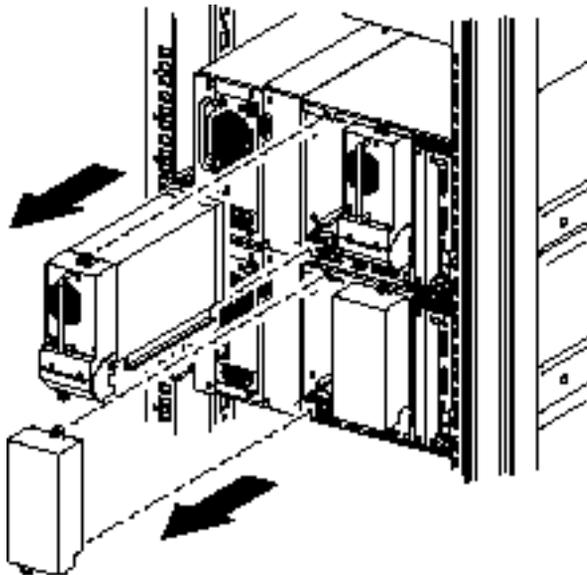

Figura 2-4. Accesso al vano 1 dell'unità
2. Rimuovere i pannelli di copertura o l'assieme alloggiamento dell'unità 1 dal vano adiacente all'apertura della piastra di copertura del meccanismo PTM (vedere la Figura 2-4).